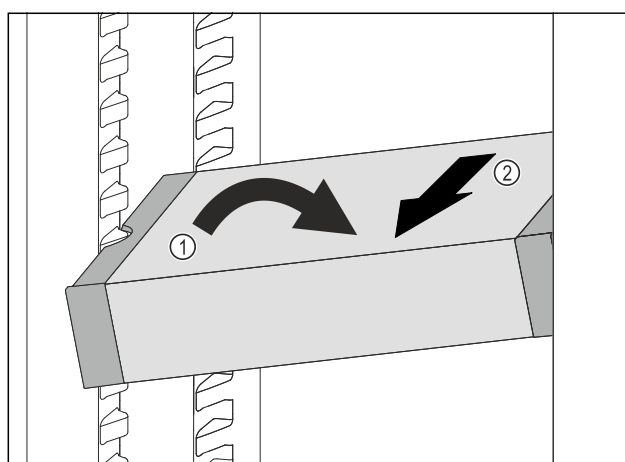

Fig. 111
- ▶ Plasser VarioSafe skrått i kjøleskapet. Fig. 111 (1)
- ▶ Ta ut VarioSafe ved å trekke den forover. Fig. 111 (2)